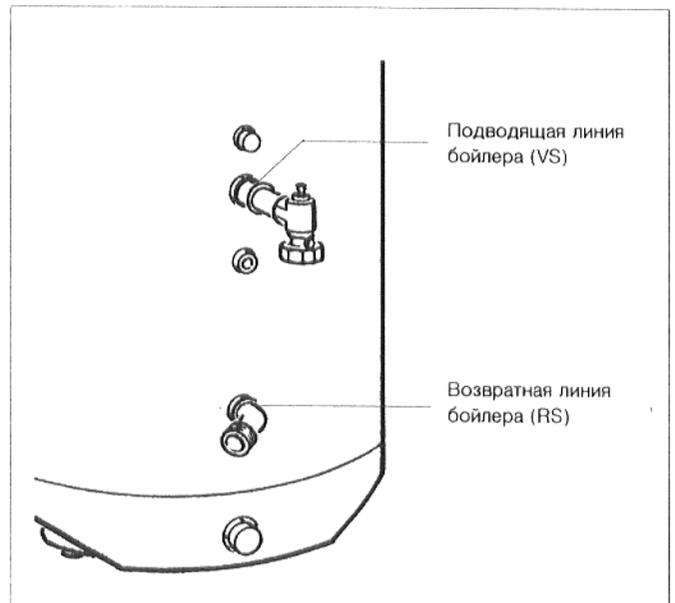

Рис. 4: вид бойлера сзади
- Произвести уплотнение колена с резьбовыми соединениями в возвратной линии бойлера (RS) (рис. 4).
- Произвести уплотнение возвратного клапана с ручным деаэратором, двойным ниппелем, муфтой и накидной гайкой в подводящую линию бойлера (VS) (рис. 4).